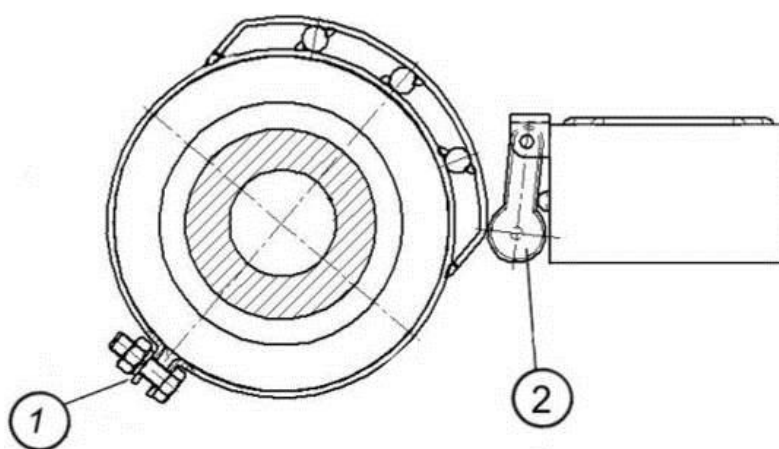
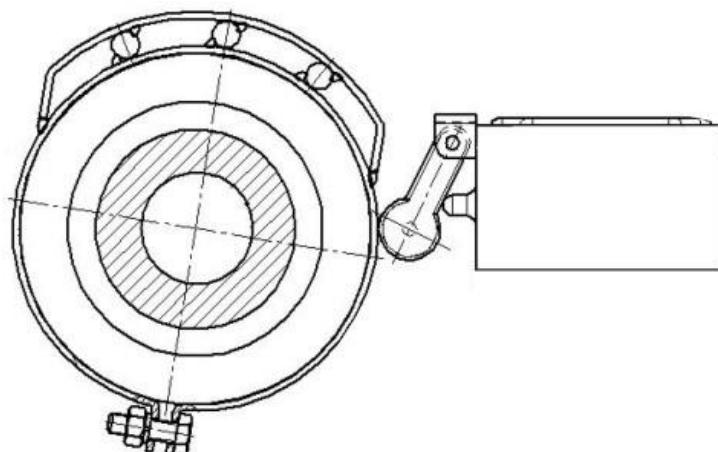
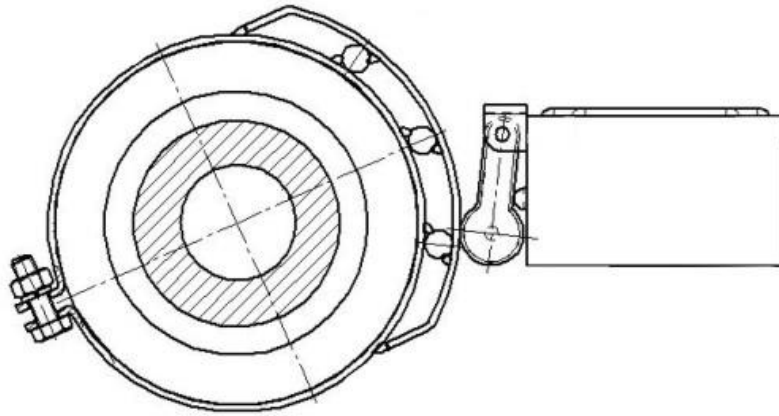

Рис. 6.4.11
Рис. 6.4.12
Рис. 6.4.13
3. Ослабьте зажим кулачка 1 на передней балке и поворачивайте кулачок до тех пор, чтобы ролик концевого выключателя 2 находился в конце наклонного выступа и был сжат (рис.6.4.11). Закрутите зажим кулачка 1.
4. Поднимите раму до отказа и убедитесь в том, что выключатель отжат и ролик не касается поверхности наклонного выступа кулачка (рис.6.4.12). В транспортном положении выключатель должен быть полностью отжат.
5. В рабочем положении при севе, когда рабочие органы находятся в земле, выключатель сжат, и ролик находится на выступе кулачка (рис.6.4.13).
**ЭТО ВАЖНО:** Конструкция концевого выключателя подразумевает две пары контактов при подключении электропровода к нему. Одна пара работает на замыкание контактов, другая на размыкание. При подключении электропроводов нужно использовать пару контактов, работающую на размыкание. То есть в рабочем положении посевного комплекса при севе (рис.6.4.11 и рис.6.4.13) контакты концевого выключателя должны быть разомкнуты. В транспортном положении (рис.6.4.12) контакты концевого выключателя замыкаются, отключается электромагнитная муфта привода и останавливается поступление семян из бункера.